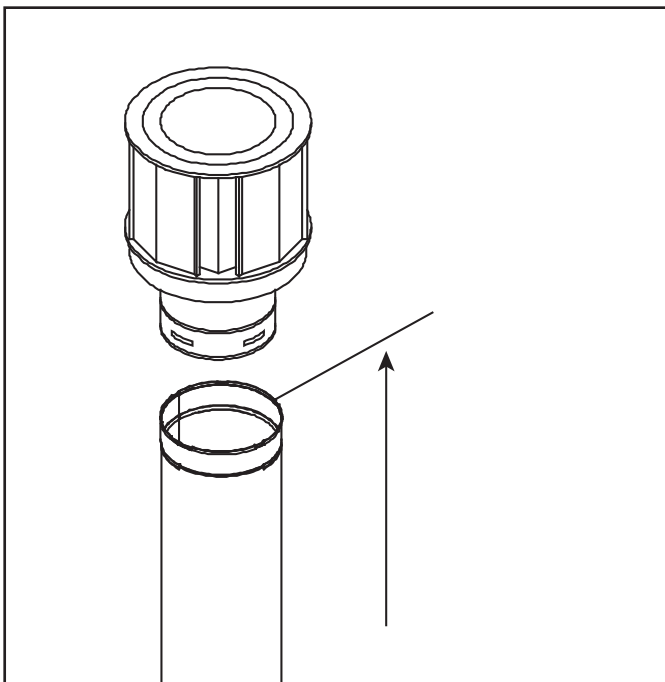

Figure 4.7 Mesure à l'extrémité supérieure de la dernière section du tuyau
- Les extrémités verticales doivent être mesurées à partir de l'extrémité supérieure de la dernière section du tuyau. Voir la figure 4.7.